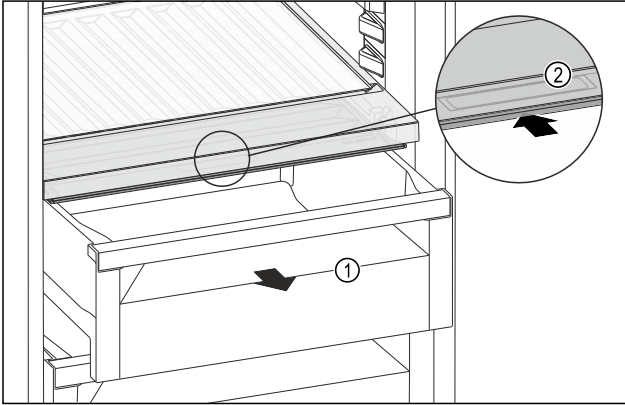

Fig. 161
- ▶ Húzza ki a fiókot Fig. 161 (1).
- ▶ Fogja meg a süllyesztett fogantyút Fig. 161 (2) a rekeszfedélen, és ezzel egy időben tolja hátra a rekeszfedelelet.